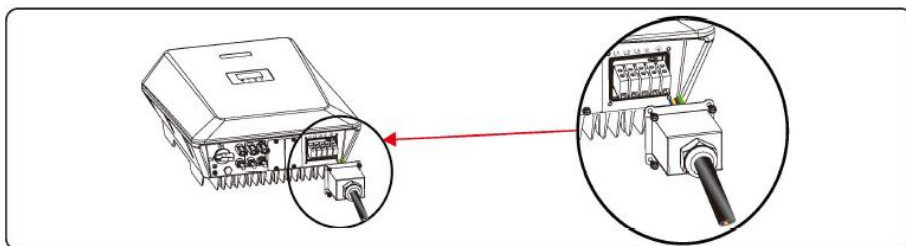

Figura 5.6 Cable de salida de CA
**Paso 3** Inserte el cable de salida de CA a través del bloque de terminales impermeables hasta el conector de CA, reservando la longitud de cableado que se muestra en la Figura 5.6.